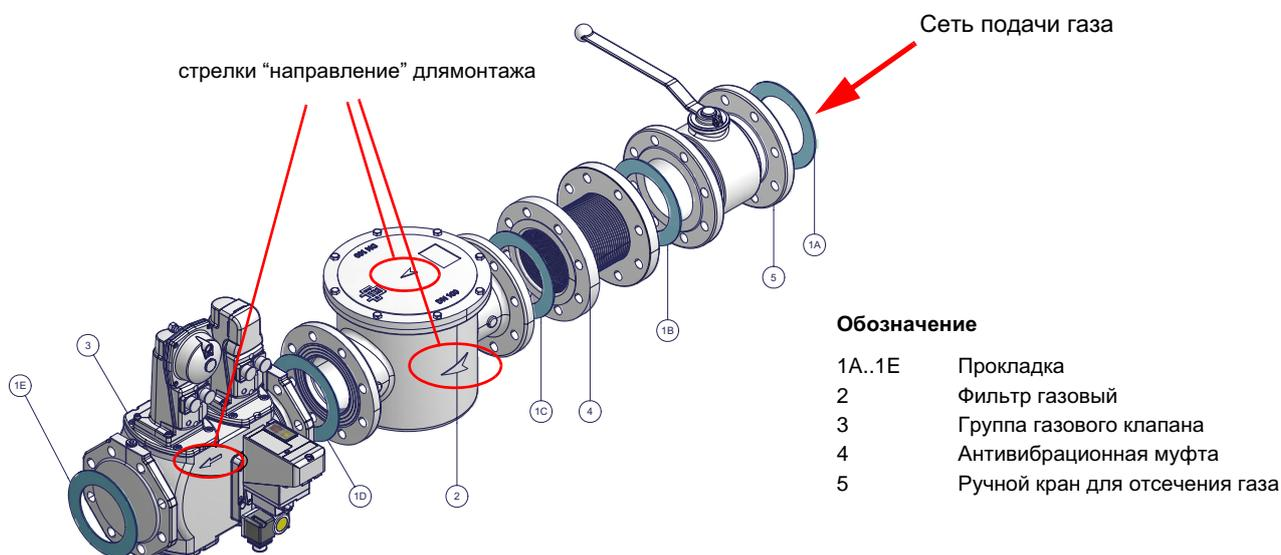

Рис. 5 - Пример газовой рампы
- 1 - б) при фланцевых соединениях: между соседними компонентами устанавливать прокладку (1А..1Е - Рис. 5), совместимую с используемым газом,
**ВНИМАНИЕ:** после монтажа газовой рампы согласно схеме на Рис. 5, необходимо провести тестирование на герметичность газового контура, согласно требований действующих нормативов.